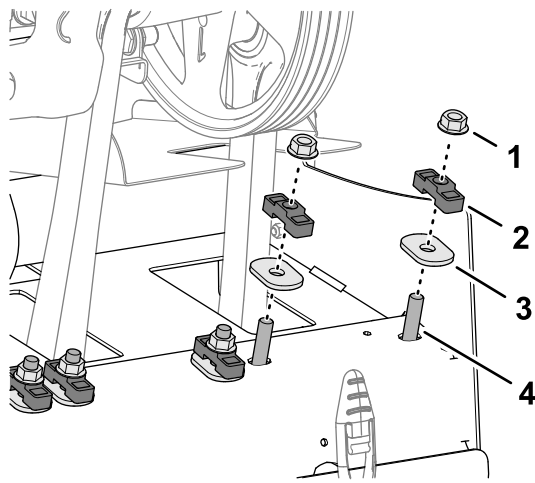

Figure 121
1. Retirez les 2 contre-écrous à embase qui fixent l'arbre d'amortisseur au cadre arrière de la machine (Figure 121).